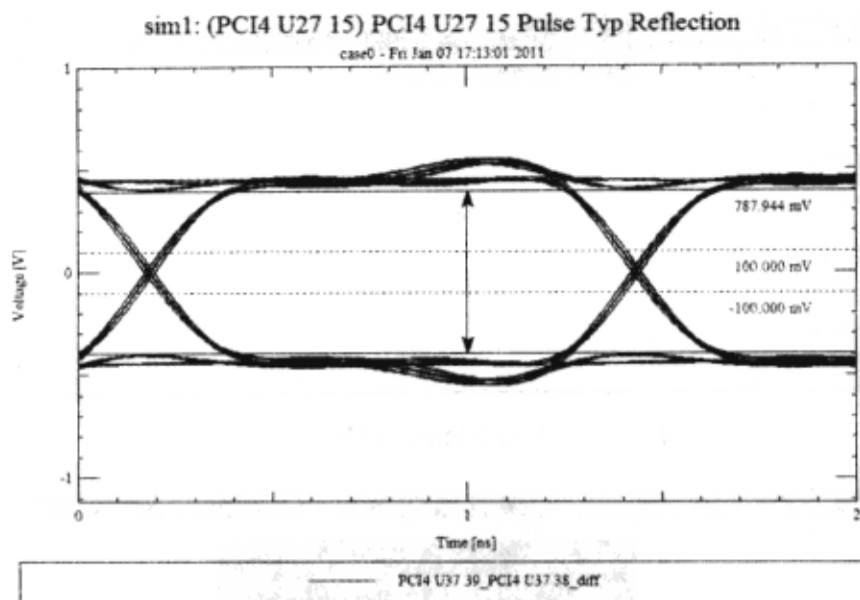
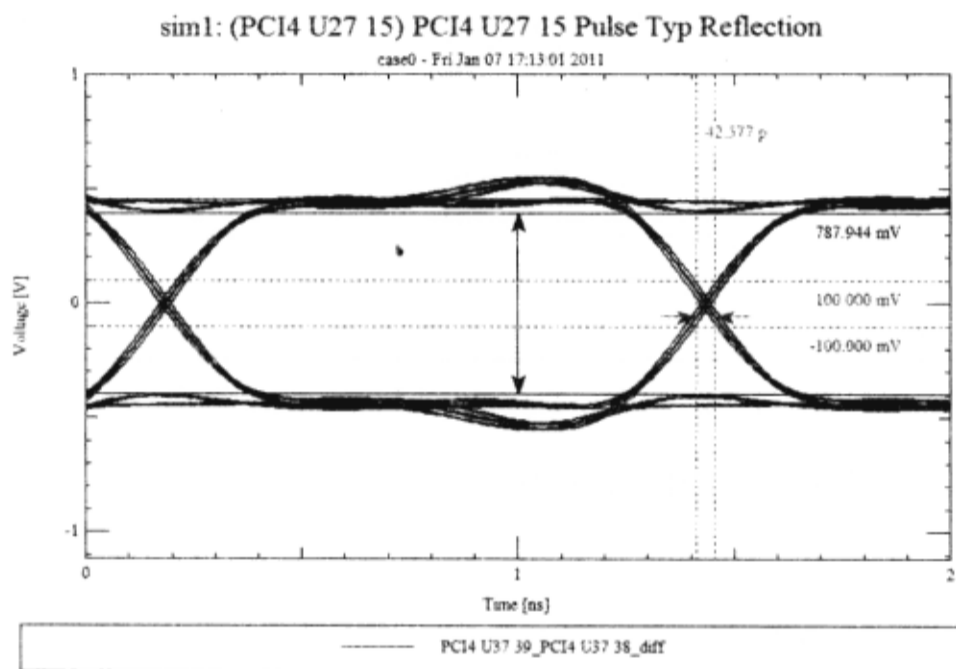

图 6-4-21 调整标志线位置
图 6-4-22 调整“Differential Vertical Marker”标志线位置
(9) 单击“SigWave”窗口的  $\pm$  图标→添加“Differential Horizontal Marker”标志线→选中标志线→单击鼠标右键→从弹出的菜单中选择“Line Style”，使标志线为实线→调整标志线位置，如图 6-4-21 所示。
(10) 在“SigWave”窗口单击  $\pm$  图标→单击“Differential Vertical Marker”标志线→从最左边的颜色块中选择红色。
(11) 调整“Differential Vertical Marker”标志线的位置，如图 6-4-22 所示。